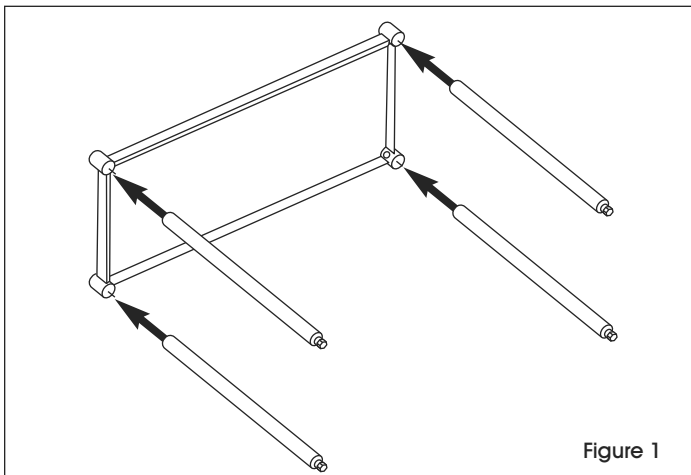

Figure 1
1. With the undershelf on its side, push the legs through the collars to the desired height. To ensure exact height, mark desired height on each leg with magic marker or grease pencil. (See Figure 1)
1. Placez la sous-tablette sur le côté, puis insérez les pattes dans les colliers à la hauteur souhaitée. Pour que la hauteur soit exacte, inscrivez la hauteur désirée sur chaque patte à l'aide d'un marqueur ou d'un crayon gras. (Voir Figure 1)